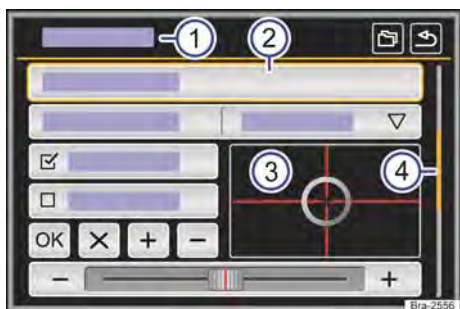

Fig. 120 Representação esquemática: vista geral das possíveis superfícies de função no display.
O aparelho está equipado com um touchscreen (tela de toque) → **Fig. 120** ③.
As superfícies de função iniciam funções ou abrem outros submenus. Em submenus é indicado, na linha do título, o menu atualmente selecionado → **Fig. 120** ①.